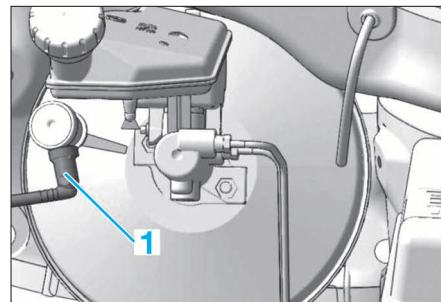

FIG.15
- Déposer le raccord (1) (Fig.15).